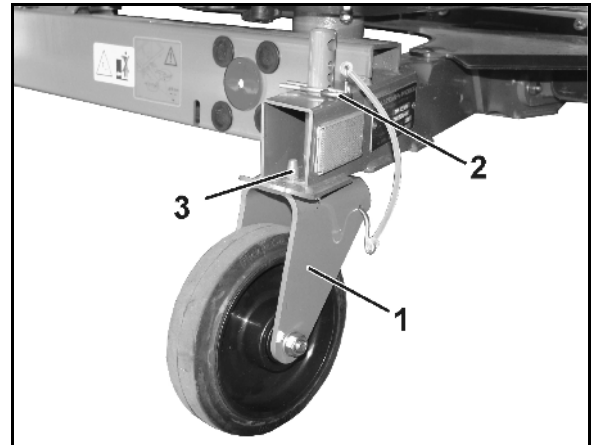

Fig. 45
6. Starre Rollen hinten (Fig. 45/1)
- o montieren und mit Federstecker (Fig. 45/2) in der untersten der Absteckbohrungen sichern, beziehungsweise
Bei der Montage der starren Rollen darauf achten, dass der Bolzen (Fig. 45/3) durch die Bohrung des Rahmens fasst, und somit die Rollen in Längsrichtung hält.